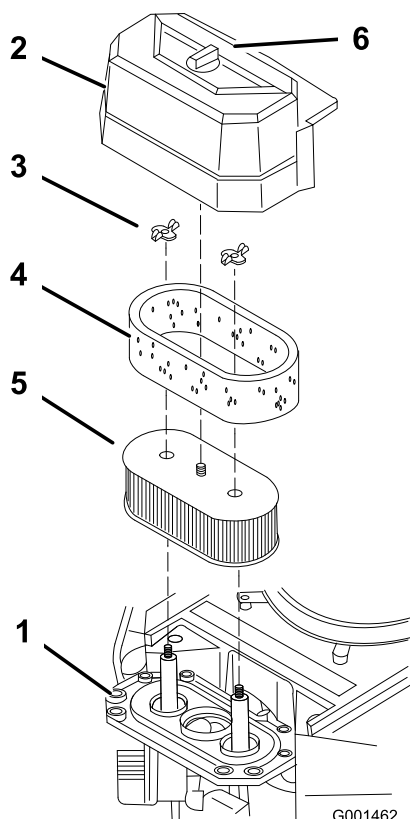

Figura 22
3. Pulite intorno al filtro dell'aria per evitare che la morchia possa penetrare nel motore provocando gravi danni (Figura 22).
4. Svitare la manopola del coperchio e toglie il coperchio del filtro dell'aria (Figura 22);
5. Togliere i 2 dadi ad alette ed estraete il filtro dell'aria completo (Figura 22).
6. Togliere con cautela l'elemento in schiuma sintetica dall'elemento di carta (Figura 22).
1. Non pulite il filtro di carta. Sostituitelo dopo 200 ore di servizio (Figura 22).
1. Infilate con cautela l'elemento in schiuma sintetica sopra l'elemento di carta del filtro dell'aria (Figura 22).
2. Montate il filtro dell'aria completo sulla relativa base, e fissatelo con i 2 dadi ad alette (Figura 22).
3. Montate il coperchio del filtro dell'aria e serrate la manopola del coperchio (Figura 22).